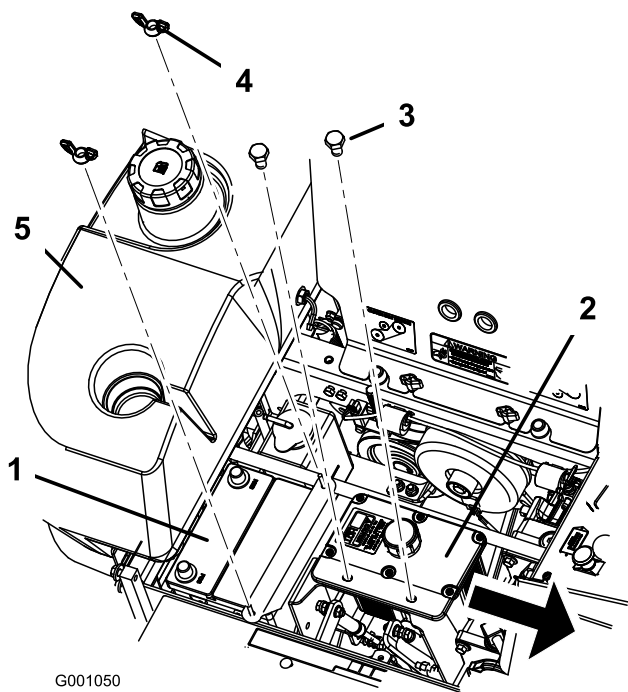

Figure 50
6. Retirez les deux écrous à oreilles (1/4 po) qui fixent la barrette de maintien de la batterie (Figure 50).
7. Retirez les deux boulons de fixation du réservoir hydraulique (Figure 50).
- Fixez la batterie en position avec des boulons en J, une barrette de maintien et 2 rondelles (1/4 po), ainsi que 2 écrous à oreilles (1/4 po) (Figure 50).